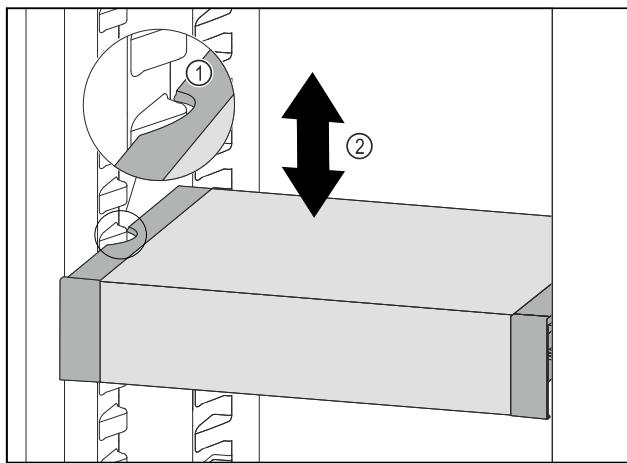

Fig. 116
- VarioSafe vucite prema naprijed sve dok se bočni otvori VarioSafe ladice ne nađu na visini žlijeba spremnika u hladnjaku. Fig. 116 (1)
- Pomičite ladicu VarioSafe u hladnjaku prema gore ili dolje sve dok ne dosegnete željenu visinu. Fig. 116 (2)